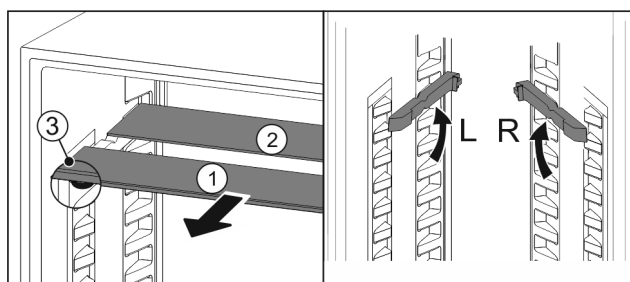

Fig. 105
- Посуньте Fig. 105 (1) скляну панель вперед.
- Скляна панель Fig. 105 (1) з декоративною планкою лежить спереду.
- Стопори Fig. 105 (3) показують вниз.